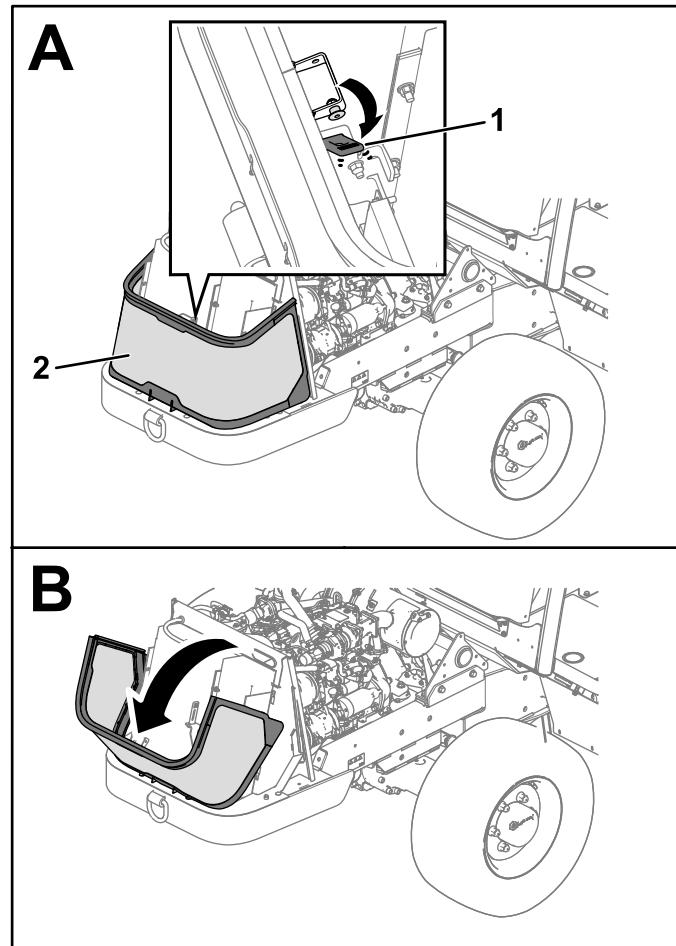

Figure 109
2. Abaissez le panneau de protection avant en libérant les attaches qui le maintiennent en place (Figure 109).